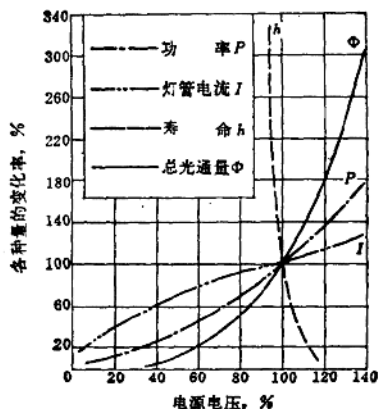

图 39-2-2 电源电压变化时对白炽灯光电参数的影响
(1) 电源电压的变化对灯泡的寿命和光效影响很大,如图 39-2-2 所示,当电压升高 5% 时,寿命将缩短 50%,故电源电压的偏移不宜大于 $\pm 2.5\%$ 。
(2) 钨丝冷态电阻比热态电阻小得多,故此类灯瞬时启动电流很大(最高达额定电流 8 倍以上,但在第六个周波开始即衰减到额定值)。
(3) 管形卤钨灯工作时需水平安装,倾角不得大于 $\pm 4^\circ$,否则将严重影响灯的寿命。因为在倾斜点燃时,灯底部将积聚较多的卤素和卤化钨,使引线腐蚀损坏,而灯的上部由于缺少卤素,不能维持正常的卤钨循环,使玻璃壳很快发黑,灯丝很快烧断。